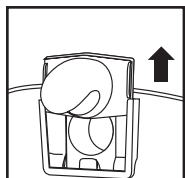

FIGURA 28
40. Retire el deflector de entrada de la guía del deflector. **FIGURA 28.** NOTA: Debe retirar la manguera antes de poder sacar el deflector de entrada.